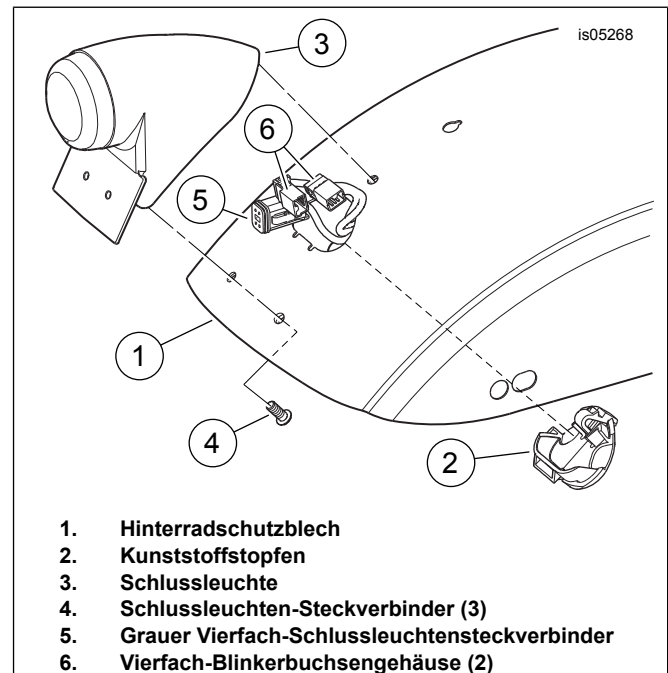

Abbildung 1. Hintere Beleuchtungsanschlüsse
4. **Für Modelle von 2009 bis 2012:** Siehe Abbildung 1. Den Kunststoffstopfen (2) aus dem Schlussleuchten-Zugangloch unter dem hinteren Schutzblech (1) entfernen.